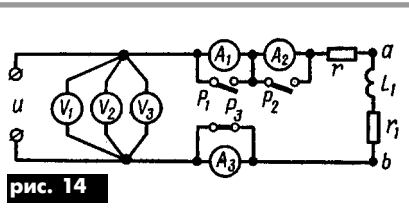

рис. 14
**15.** К зажимам цепи рис. 14, параметры которой  $r = 30$  Ом,  $L_1 = 60$  мГн,  $r_1 = 18$  Ом, приложено напряжение  $u = [120 + 200 \sin \omega_1 t + 50 \sin (3\omega_1 t + 30^\circ)]$  В. Частота основной гармоники  $f = 50$  Гц. Написать выражения мгновенных значений тока  $i$ , напряжения  $u_{ab}$  на участке  $ab$ .